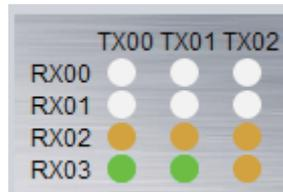

图 88: 按键组传感器位置显示器
- 按键组中的每个按键被显示在由传感器的 TX/RX 端口索引的网格列表中（见图 88）。